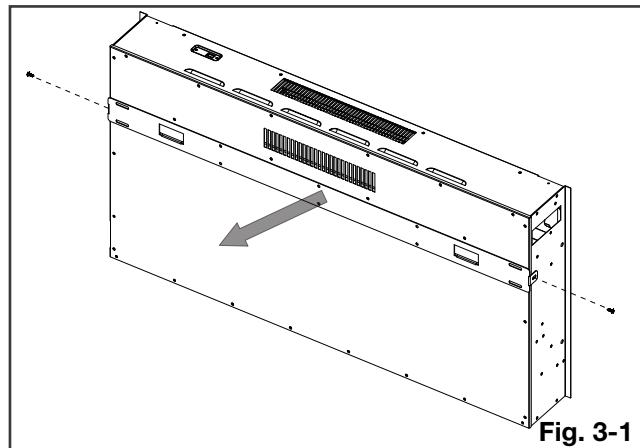

Fig. 3-1
- D. Placez l'appareil face vers le bas sur une surface doux et non-abrasive. Retirez le support de montage de l'arrière de l'appareil en retirant les deux vis (**Fig. 3-1**). Mettez de côté le support et les vis.